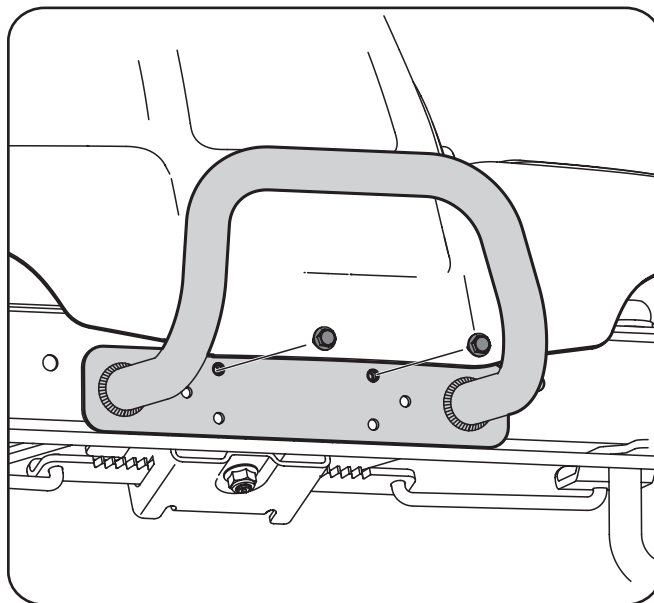

Figura 3-12
1. Extraiga los dos tornillos como se indica en la Figura 3-12.
2. Ubique el paragolpes sobre los orificios de montaje y sujete con los elementos de ferretería que extrajo en el Paso 1, como se indica en la Figura 3-12.